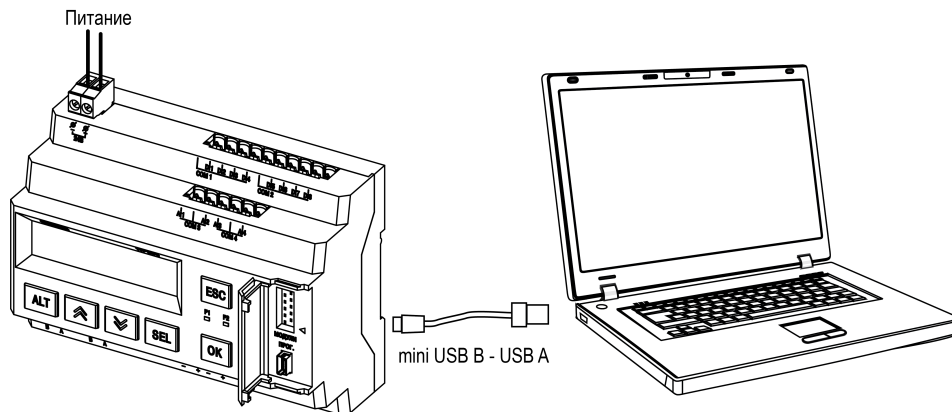

Рисунок 5.18 – Схема подключения прибора к ПК
1. Подключить прибор к ПК (см. рисунок 5.18);